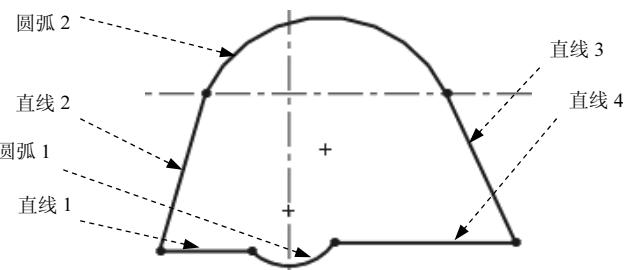
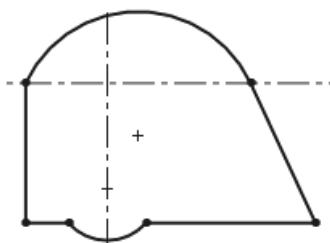

图 7.3 绘制草图实体大概轮廓
图 7.4 添加约束
Step 2 在图形区绘制图 7.3 所示的草图实体大概轮廓。
按住 Ctrl 键，选择图 7.3 所示的直线 4 与直线 1 及水平中心线，系统弹出“属性”对话框，在**添加几何关系**区域单击**— 水平(H)**按钮。按住 Ctrl 键，选择图 7.3 所示的圆弧 2 与直线 3，系统弹出“属性”对话框，在**添加几何关系**区域单击**◎ 相切(A)**按钮。按住 Ctrl 键，选择图 7.3 所示的直线 2，系统弹出“属性”对话框，在**添加几何关系**区域单击**| 垂直(V)**按钮。按住 Ctrl 键，选择图 7.3 所示的直线 1 与直线 4，系统弹出“属性”对话框，在**添加几何关系**区域单击**／ 共线(L)**按钮（因草图轮廓的不同，其他所需约束请读者自己根据需要添加）。约束后的图形如图 7.4 所示。